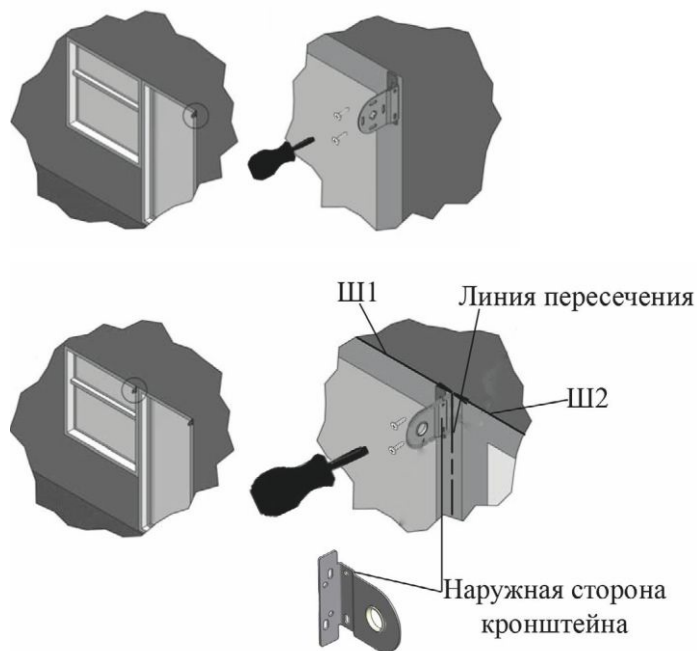

Рис.8. Установки кронштейнов для Double LVT
2. Разметить предполагаемые места установки кронштейнов, расстояние между которыми является шириной готового изделия. Место установки промежуточного кронштейна размечать таким образом, чтобы его наружная сторона оказалась на линии, до которой велись измерения при замере (Рис.8).
3. Прикрутить 2 саморезами* (при необходимости использовать дюбели*) каждый кронштейн, начиная с правого (Рис.8).